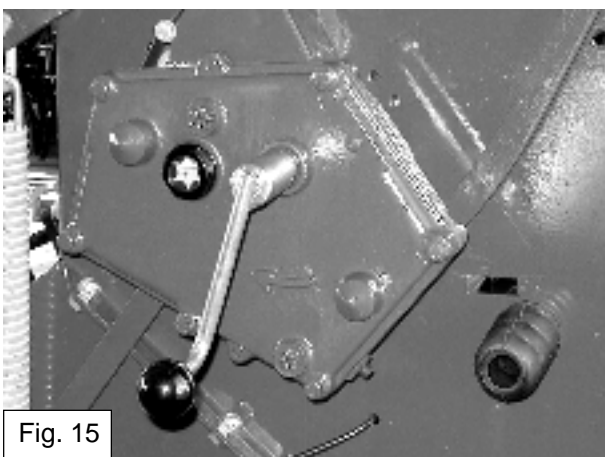

Fig. 15
- Draai ca. 30 keer met de afdraaislinger (fig. 15) en stort het opgevangen zaai­zaad weer terug in de zaadbak.